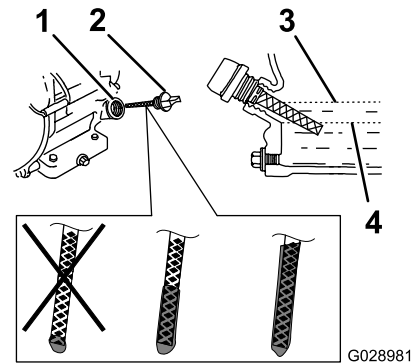

Figure 47
1. Sortez la jauge (Figure 47) et versez lentement de l'huile par l'orifice de remplissage jusqu'à ce qu'elle